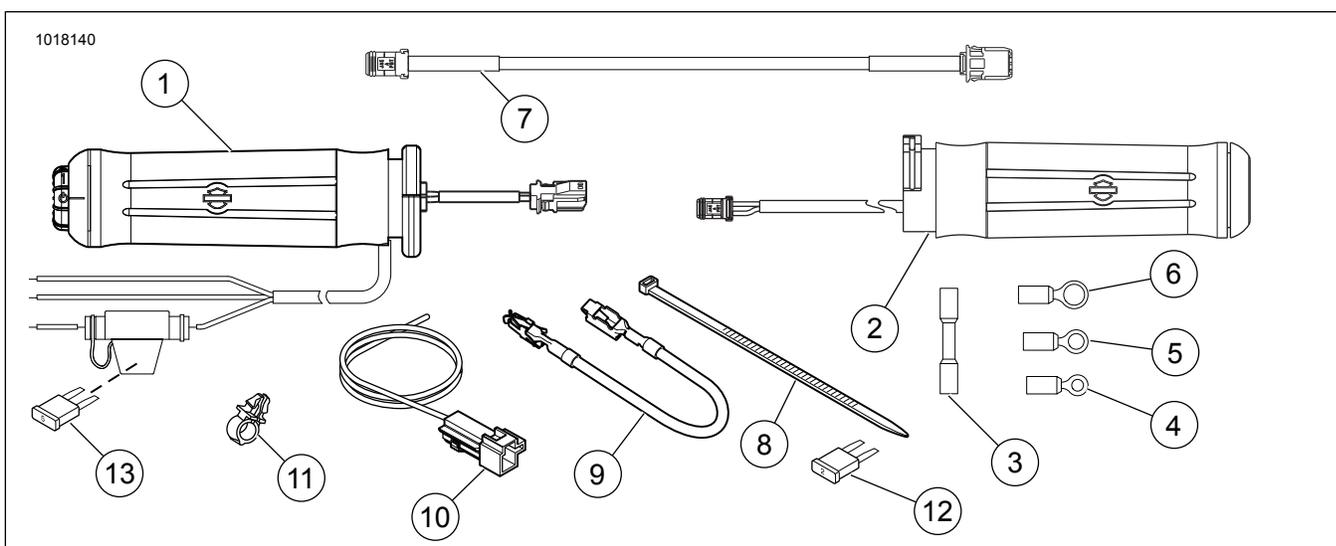

Figura 22. Parti di ricambio, kit manopole riscaldate
3. Vedere Figura 22. Selezionare il terminale ad anello corretto (4, 5 o 6) dal kit per adattare il prigioniero del terminale argentato (con il filo rosso) sull'interruttore automatico.
1. Vedere Figura 22. Selezionare il terminale ad anello corretto (4, 5 o 6) dal kit per adattare il prigioniero del terminale argentato (con il filo rosso) sull'interruttore automatico.
2. Vedere Figura 22. Selezionare il terminale ad anello corretto (4, 5 o 6) dal kit per adattare il prigioniero del terminale argentato (con il filo rosso) sull'interruttore automatico.
2. Vedere Figura 22. Collegare il cablaggio dell'adattatore (10) dal kit al connettore B+.
Vedere Figura 22 e Tabella 1.